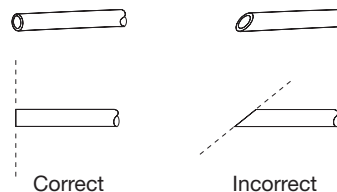

Figure 1
3. Coupez et enlevez une section de 15,2 cm du tubage d'alimentation en eau du réfrigérateur. Utilisez un couteau tout usage pour les conduites en plastique ou un coupe-tube pour les conduites en cuivre. Assurez-vous que les bouts sont droits et qu'il n'y ait aucune encoche ni d'égratignure profonde (voir la Figure 1).